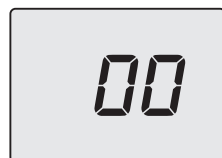

Figura 8.4
- Scorrere i vari parametri utilizzando i tasti 12 (indietro) o 14 (avanti) fino a far apparire sul display LCD le lettere **P02** (Selezione tipo gas) che si alternano con il valore del parametro (Figura 8.4).
- Premendo contemporaneamente i tasti 12 e 14 (Figura 8.1) si esce senza modificare il valore (ritorno al livello precedente Figura 8.4).